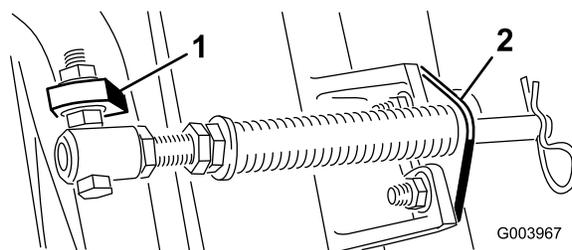

Figura 6
D. Monte o suporte da barra nos separadores da unidade de corte com os parafusos e porcas da carroçaria (Figura 6).
C. Monte o parafuso no tubo da mola no separador oposto na estrutura de suporte e prenda com a porca flangeada. A cabeça do parafuso deve ser colocada no lado de fora do separador conforme ilustrado em Figura 6.